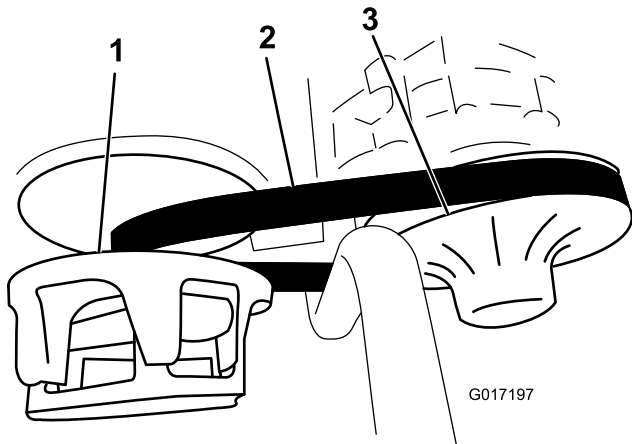

図 65
3. ベルト 図 65 を手で回転させながら磨耗や破損がないかを点検する。
3. 2次クラッチを回しながら2次クラッチ部分でベルトを外す(図 65)。
4. 一次クラッチからベルトを外す (図 65)。
5. 新しいベルトを一次クラッチに掛ける 図 65。
6. 2次クラッチを回しながら2次クラッチ部分でベルトを外す(図 65)。